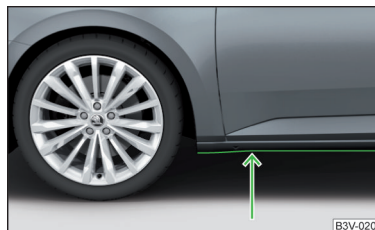

Fig. 267
- Înainte de traversarea zonei inundate, stabiliți adâncimea apei. Nivelul apei poate să ajungă maxim până la marginea inferioară a pragului » fig. 267.